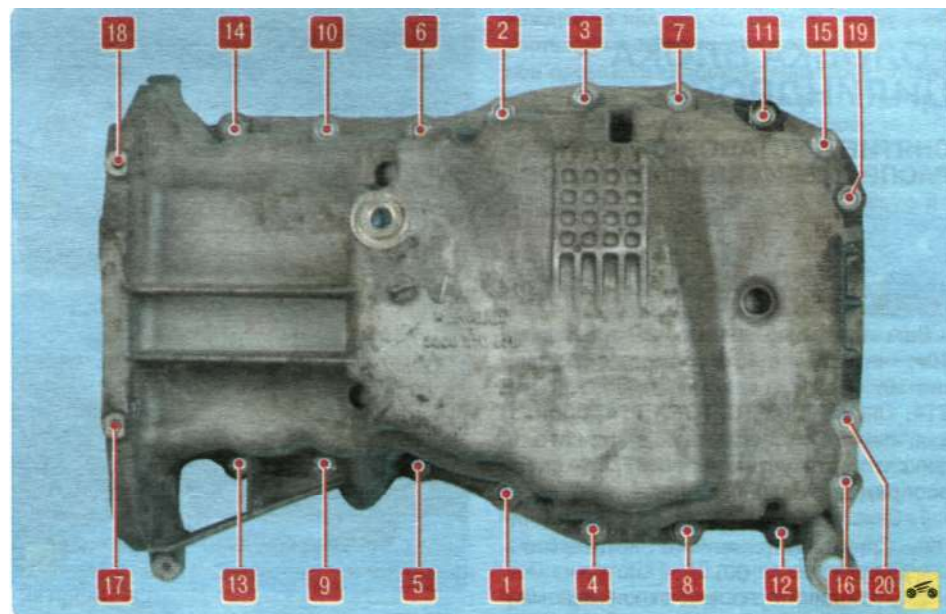

Рис. 5.9. Порядок затяжки болтов крепления масляного картера двигателя (для наглядности показано на снятом картере)
20. Установите масляный картер, вверните двадцать болтов его крепления к блоку цилиндров, не затягивая окончательно. Заверните до упора четыре болта крепления масляного картера к картеру сцепления (см. операцию 5), не затягивая их окончательно. Затяните болты крепления масляного картера к блоку цилиндров в порядке, показанном на рис. 5.9, предварительно моментом 8 Н-м, а затем окончательно моментом 14 Н-м. Затем затяните четыре болта крепления масляного картера к картеру сцепления моментом 27 Н-м.